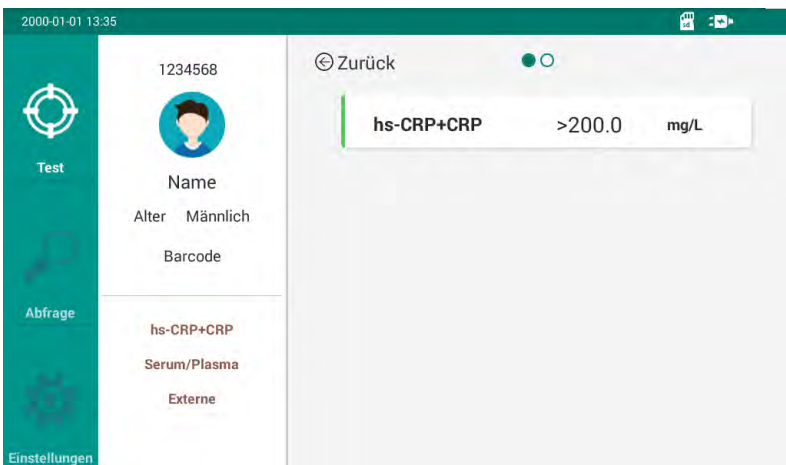

Abbildung 6.7 Testergebnis-Schnittstelle
- 4) Nach Ende des Tests werden die Informationen zum Testergebnis automatisch angezeigt, wie in Abbildung 6.7 gezeigt;